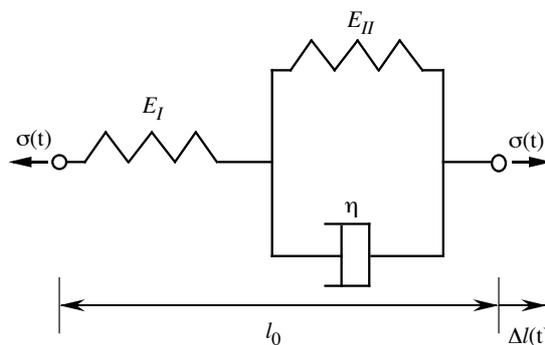

Fig. 1.4. Représentation schématique du modèle standard linéaire.
c) Comme ni le modèle de Maxwell ni celui de Kelvin ne représentent correctement le comportement du matériau, il faut envisager un autre modèle. On propose un modèle standard linéaire utilisé pour les matériaux solides. Comme montré à la Figure 1.4, on ajoute un ressort en série au modèle de Kelvin déjà utilisé, et on garde les mêmes valeurs pour les éléments en parallèle. Déterminez la constante du ressort ajouté de sorte que la déformation finale soit la même que celle déterminée expérimentalement à la question (b).